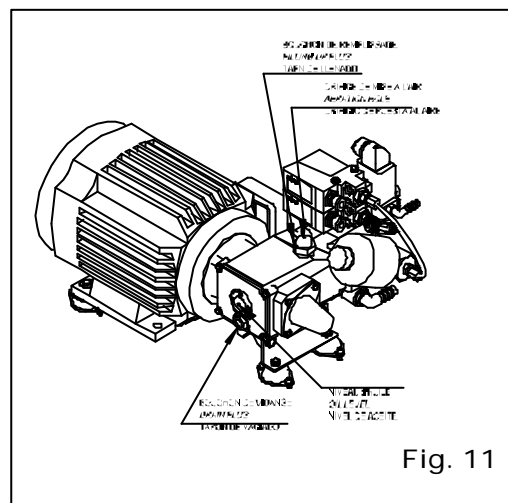

Fig. 11
84. NIVEAU D'HUILE (Fig. 11)
85. VIDANGE DE LA POMPE HP (Fig. 11)